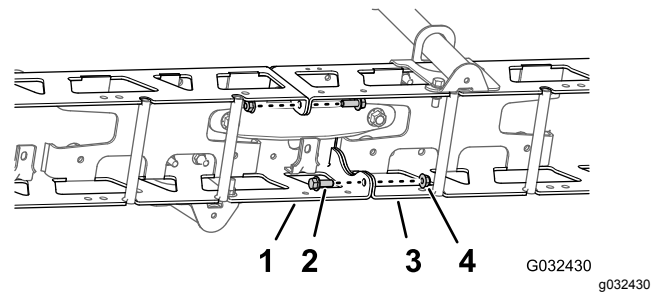

Figura 52
1. Retire los 2 pernos con arandela prensada ($\frac{3}{8}$ " x 1") y las 2 contratuercas ($\frac{3}{8}$ ") que sujetan las pestañas verticales de los perfiles izquierdo y derecho del travesaño (Figura 52).